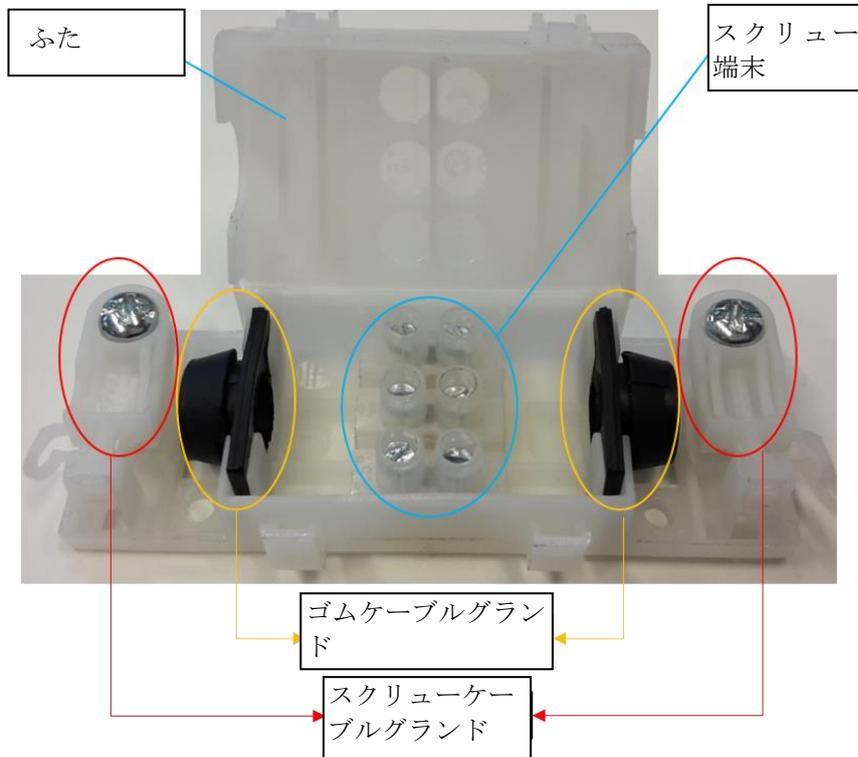

Fig. 41 主電源ケーブルを接続する分枝端末基板
- E. ゴムケーブルグラウンドを分枝端末基板から取り出します (図 41)。電源ケーブルをプロジェクトタから 1 本のケーブルグラウンドに、外部電源ケーブルを他の外部ケーブルに差し込みます。